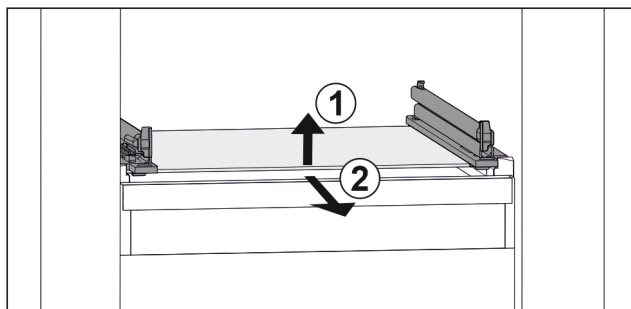

Fig. 36 Exemple de représentation de la tablette en verre
- Soulever la tablette en verre par l'avant. Fig. 36 (1)
- Retirer la tablette en verre par l'avant. Fig. 36 (2)